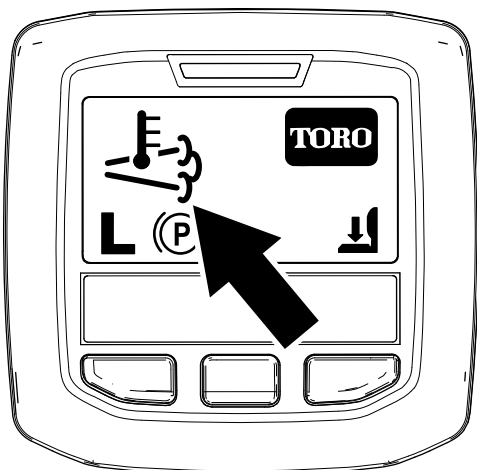

Figura 41
- L'icona della temperatura di scarico elevata viene visualizzata nell'InfoCenter (Figura 41).